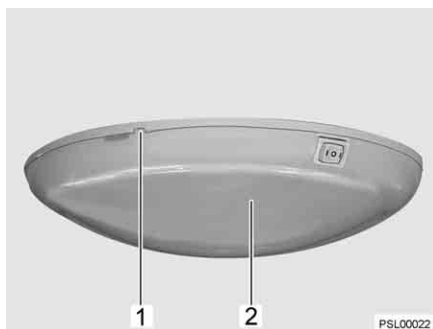

Fig. 85 Plafonnier
- Soulever prudemment le couvercle (Fig. 85,2) avec un outil approprié (p. ex. tournevis) au niveau de l'encoche (Fig. 85,1) et le retirer.